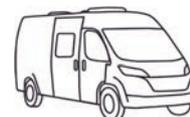

Fig. 112 Serraggio a croce di dadi delle ruote e bulloni delle ruote
- Serrare i dadi delle ruote o i bulloni delle ruote nell'ordine riportato in Fig. 112. A tale scopo, utilizzare una chiave dinamometrica e rispettare la coppia di serraggio indicata (vedi paragrafo 14.5).
- Controllare regolarmente il serraggio dei dadi o dei bulloni. Regolare il serraggio dei dadi delle ruote o dei bulloni delle ruote di una ruota sostituita dopo circa 50 km. A tale scopo, procedere seguendo l'ordine indicato in Fig. 112.
- Se si utilizzano cerchioni nuovi o riverniciati, regolare il serraggio dei bulloni o dei dadi dopo altri 1000 - 5000 km. A tale scopo, procedere seguendo l'ordine indicato in Fig. 112.